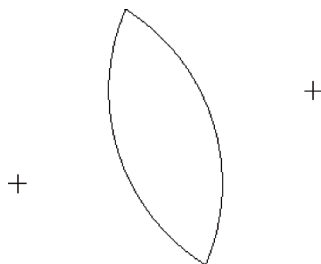

图 3-4 删除图元
STEP 04 执行上述操作后, 即可删除图元, 如图 3-4 所示。